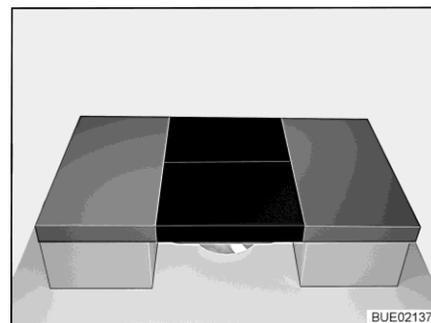

Bild 173 Nach dem Umbau
- Zwei Zusatzpolster auf den Tisch legen (siehe Bild 173).